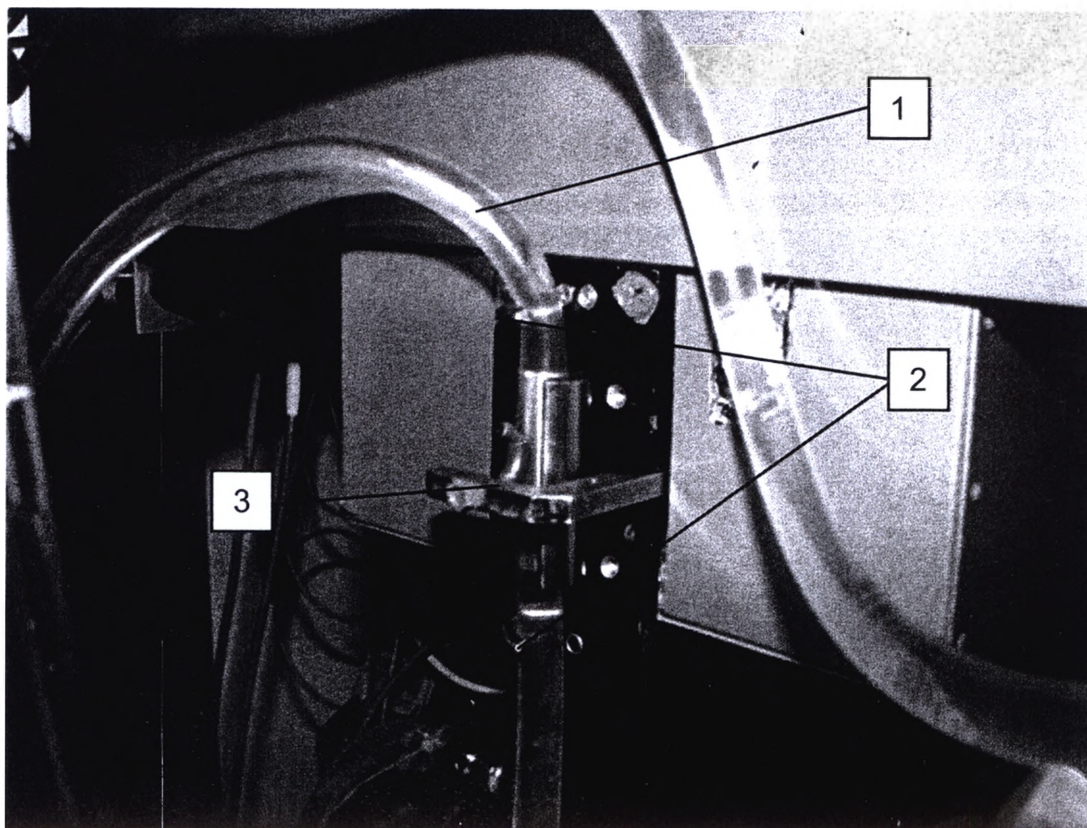

Рисунок 30 - Установка трубки, отводящей перфузионный раствор из пациента, в механизм управления потоком перфузионного раствора.
2) Установите трубку магистрали (1) в направляющих (2) задвижки (3) для регулировки потока перфузионного раствора из пациента по направлению к сосуду с фильтром Admicard 3200 (см. рисунок 30).